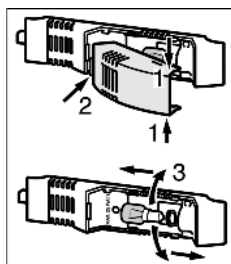

Fig. 13
- Возьмитесь за крышку лампы сверху и снизу *Fig. 13 (1)*.
- Выведите крышку лампы сзади из зацепления и снимите *Fig. 13 (2)*.
- Замените лампу накаливания *Fig. 13 (3)*.